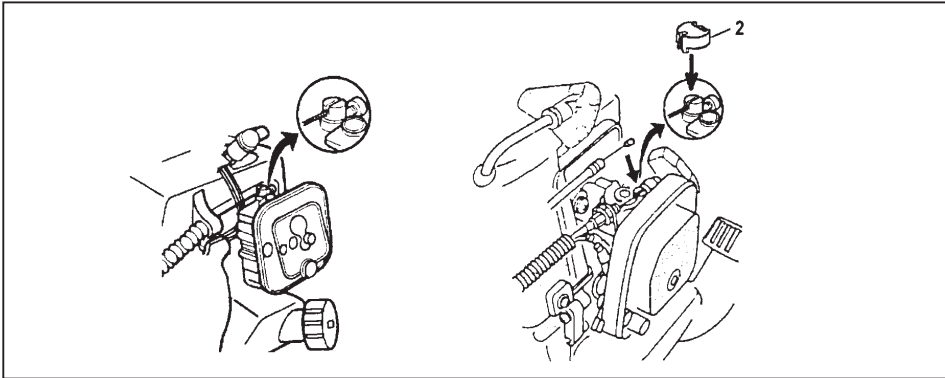

Fig. 1-6
Connect throttle wire end to carburetor and install swivel cap (2) (if so equipped) where is included in tool bag, onto swivel (Fig. 1-6)
Collegare l'estremità del filo dell'acceleratore al carburatore e installare la bussola girevole (2) (se così equipaggiato) inclusa nella borsa utensili, sulla parte girevole. (Fig. 1-6)
Conectar el extremo del alambre del acelerador al carburador e instalar la tapa de rótula (2) (si existe) incluida en la bolsa de herramientas, en la rótula giratoria. (Fig. 1-6)
Connecter le câble de commande des gaz au carburateur et installer le capuchon du pivot (2) (le cas échéant) s'il figure dans le sac à outils, sur le pivot. (Fig. 1-6)
Bringen Sie das Ende des Drosselklappenzugs am Vergaser an, und bringen Sie im Teilekasten befindliche Scharnierkappe (falls vorhanden) am Scharnier an. (Fig. 1-6)
Koppla gasregleringskabelns ände till förgasaren och montera svänghuvudets kåpa (2) (om denna utrustning finns) från verktygsväskan på svänghuvudet. (Fig. 1-6)